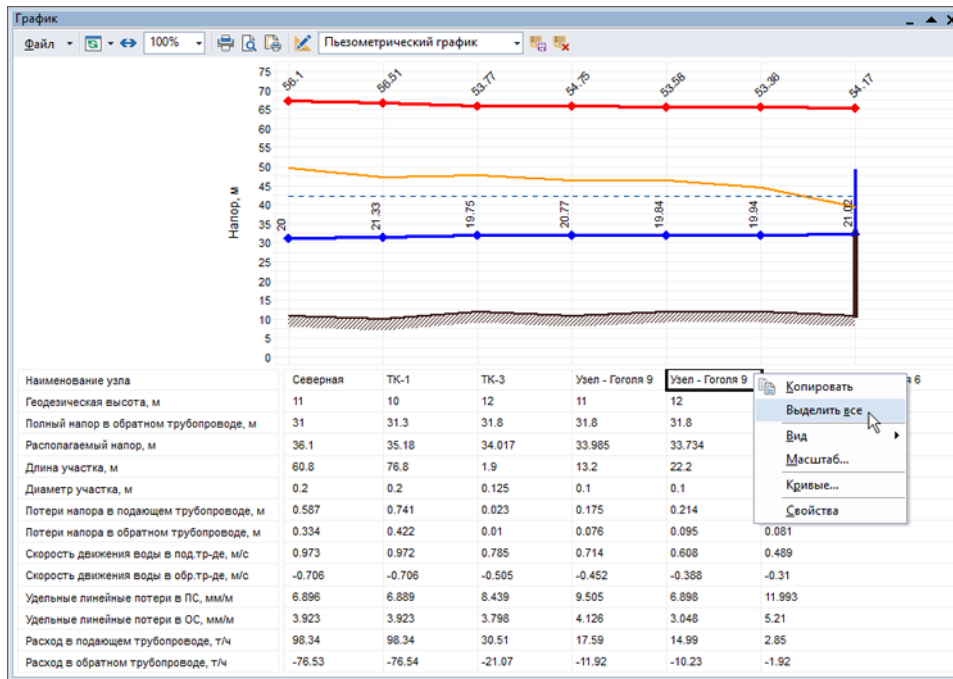

Рисунок 17.6. Выделение всего пьезометрического графика
1. Чтобы скопировать весь пьезографик, в любом месте пьезометрического графика нажмите правую клавишу мыши, после чего в открывшемся контекстном меню выберите пункт Выделить все (смотрите Рисунок 17.6, «Выделение всего пьезометрического графика»). В результате весь график выделится рамкой.